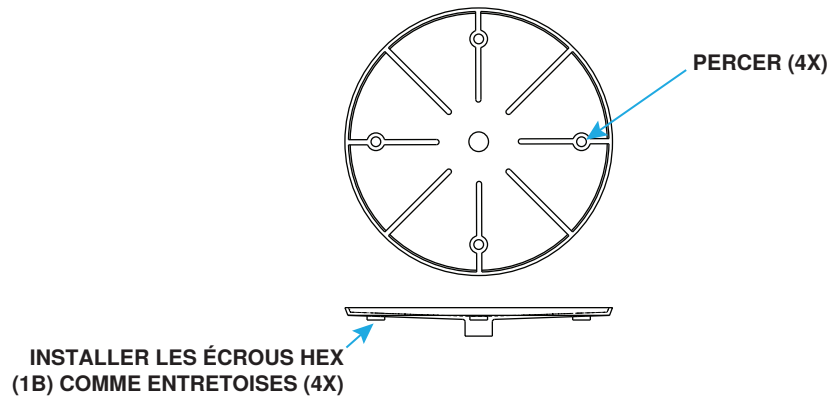

Figure 15. Installation du bouclier-pluie
5. Installer le bouclier-pluie sur le moteur de ventilateur de remplacement (voir **Figure 15**) :
- b. Visser l'écrou hexagonal (1B)—à la main—sur chaque boulon de carter moteur (1) comme entretoise. sur chaque boulon de carter moteur (1) comme entretoise.